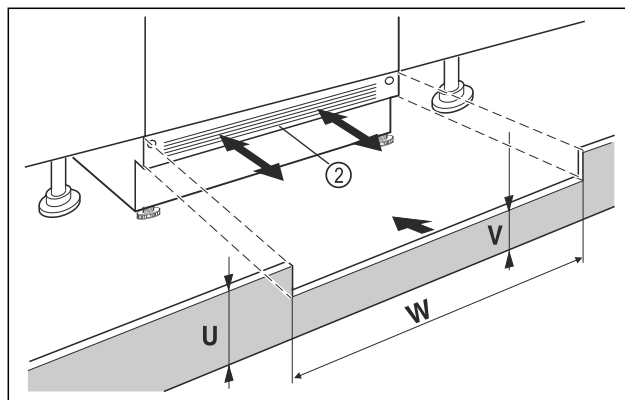

Fig. 71 Przykładowa prezentacja
- Założyć listwę maskującą cokoł urządzenia Fig. 71 (2), ale jeszcze nie mocować.
- Przy widocznej listwie maskującej cokoł Fig. 71 (2) pociągnąć ją przodu, tak by przednia krawędź kratki wentylacyjnej oraz listwy maskującej cokoł tworzyły jedną płaszczyznę.
- Przy zakrytej listwie maskującej cokoł Fig. 71 (2), przesunąć listwę całkowicie do tyłu.
- Zwrócić uwagę na to, by kratki wentylacyjne były odśrodkowane: W razie potrzeby wysokość listwy maskującej cokoł Fig. 71 (U) można dopasować!
- Na całej szerokości wnęki Fig. 71 (W) należy dopasować wysokość podstawy Fig. 71 (V) pod listwą maskującą cokoł urządzenia Fig. 71 (2).